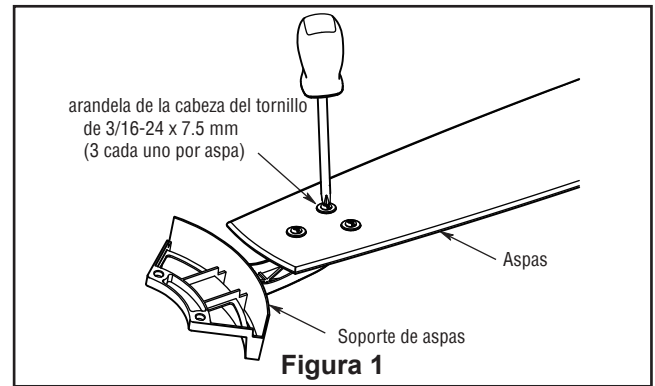

Figura 1
1. Coloque el aspa sobre el soporte de aspas con los pilotes roscados a la vista. Asegúrese de que la parte inferior del aspa se encuentre bien apoyada sobre el soporte. Con un destornillador Phillips, fije los tornillos con cabeza de arandela de 3/16-24 x 7.5 mm para asegurar la placa en el brazo de sujeción de las palas. (Figura 1).